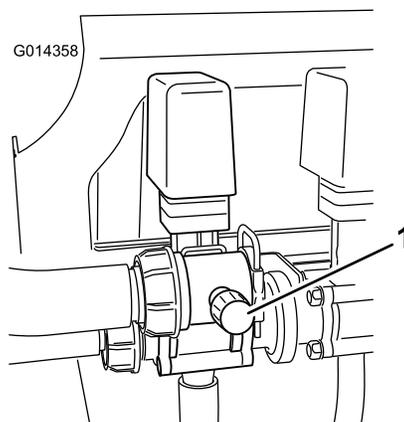

Figura 18
- Regolate la valvola di bypass dell'agitatore (Figura 18) sul retro della valvola dell'agitatore fino a quando il valore della pressione sul misuratore corrisponde a 100 psi.